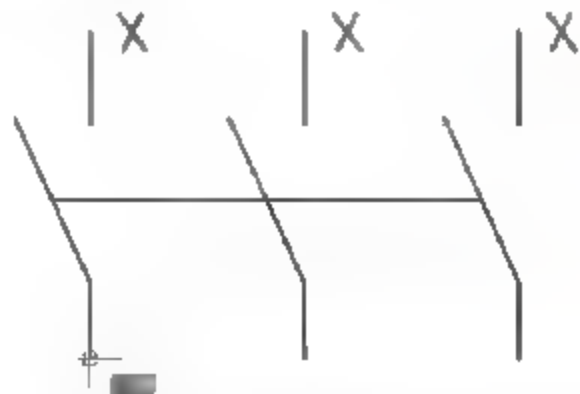

图7-22 指定插入点
**06** 单击【基点】选项组中的【拾取点】按钮, 返回到绘图区域指定图形左下方端点作为块的基点，如图7-22所示。